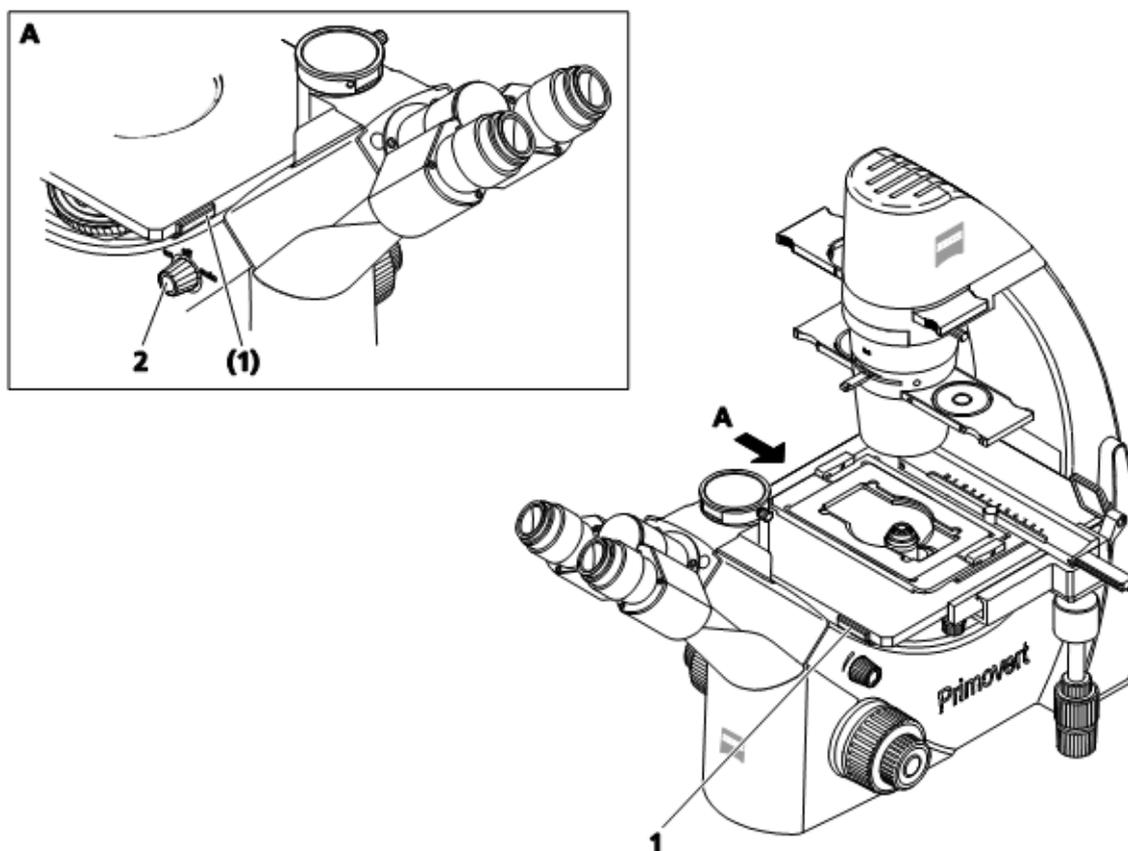

图 11 打开或关闭显微镜
- 使用旋钮（图 11/2）打开显微镜（打开或自动位置）
样品台上迅速打开或关闭透射光照明装置的两个打开/关闭开关（图 11/1）无效。照明装置连续打开。
样品台上迅速打开或关闭透射光照明装置的两个打开/关闭开关（图 11/1）有效。所以，可以迅速再次打开和关闭照明装置。15 分钟操作时间之后，照明装置自动关闭并进入待机模式。一旦启动其中一个打开/关闭开关，照明装置会再次打开。如果在操作期间多次启动开关，那么会从头再次开始 15 分钟的操作时间。
- 工作完成时候，使用旋钮（图 11/2）关闭显微镜（关机位置）